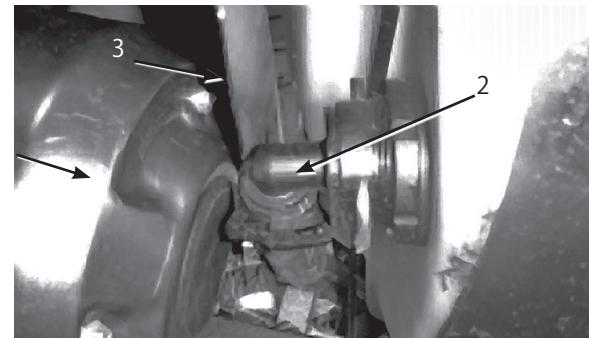

図55
3. タンクの前壁の下にあるホース（図55）を外す。
注：防熱シールド（図55）を押しのけないとカバーが取り外せない場合があります。
8. タンク前面下のホース（図55）を接続する。